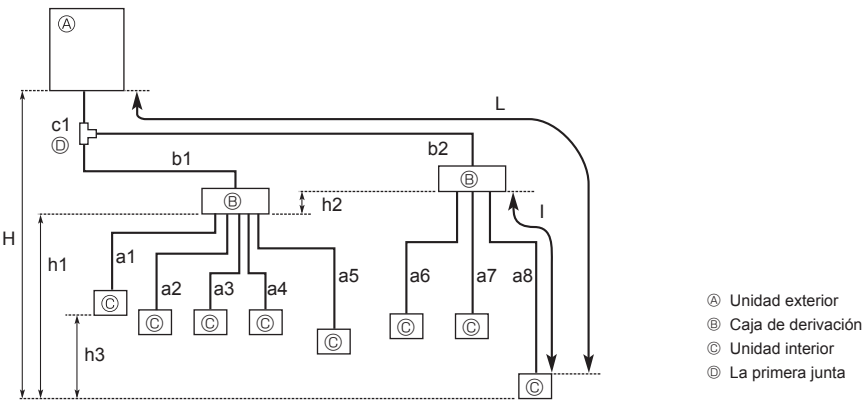

Fig. 4-1
4.2. Longitud de los tubos y diferencia de altura (Fig. 4-1)